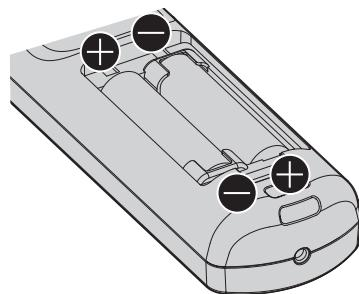

Fig. 2
- 2) **Inserire le batterie e chiudere il coperchio (inserire prima il lato  $\oplus$ ). (Fig. 2)**